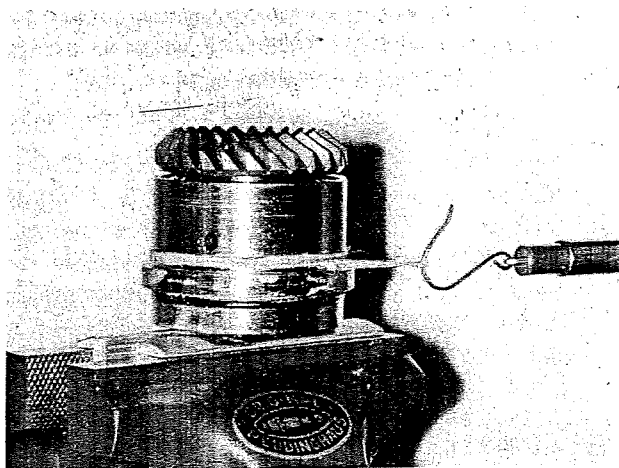
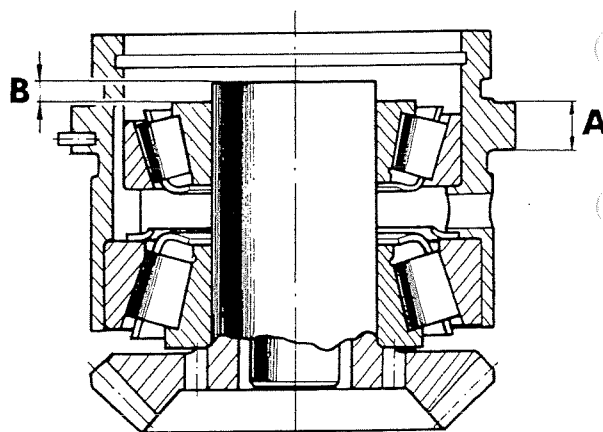
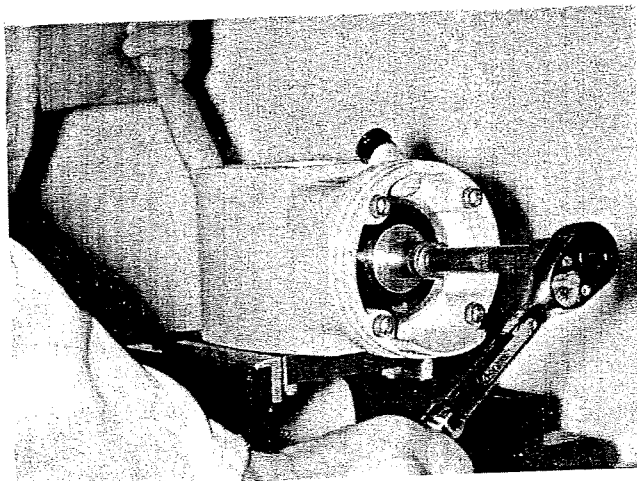

Fig. 4
Fig. 5
Fig. 6
1. Pressa på det större rullagret som ingår i kompletta dubbellagerboxen, (11) på drevet. Använd härvid verktyg 884263.
2. Montera ingående drevet i dubbellagerboxen och pressa på det mindre rullagret så att en viss förspänning erhålles. Använd verktyg 884263 och 884259. Kontroll av förspänning sker med hjälp av en fjädervåg och ett snöre som lägges runt lagerhuset. Se fig. 4. Förspänningen skall vara 0,1–0,5 kg.
3. Bestäm måttet "B", se fig. 5. Använd en djupmikrometer och mät först från dubbellagerboxen till lagrets innerring och sedan till halsen på drevet. Räkna därefter ut skillnaden.
4. Mät djupet på urtaget i ansatsbrickan (17) och lägg till detta mått så mycket justermellanlägg (22) att måttet "B" enligt punkt 3 erhålles.
5. Sätt sedan ansatsbrickan på plats. Drag samman kuggjulspaketet i dubbellagerboxen med hjälp av verktyget 884286. Insexskruven drages med momentnyckel med 12,5 kgm (90 lb.ft.). Kontrollera återigen förspänningen, som skall vara 0,1–0,5 kg. Se fig. 4. Om förspänningen visar sig vara för hög, skall ansatsbrickan demonteras och kuggjulet pressas tillbaka något varefter ytterligare ett justermellanlägg på försök lägges under ansatsbrickan. Härfter drages dubbellagerboxen ihop med verktyget 884286. Kontrollera åter förspänningen.
6. Smörj in kullagren (9) och pressa in dessa i respektive lagerboxar (25). OBS! Lagren vändes så att urtagen i lagerbanorna för kulornas montering vändes i riktning från kuggjulen.
7. Pressa därefter på lagren (9) och lagerhylsorna (25) på kugghjulen (8). OBS! Skydda konan under sammanpressningen så att den ej deformeras.
10. Montera först framkugghjulet i växelhuset (1). Börja därvid med att lägga 0,2 mm justermellanlägg under lagerboxen (25).
13. Montera ingående drevet med 0,3 mm justermellanlägg under dubbellagerboxen (11). OBS! Styrpinnen i dubbellagerboxen skall vändas nedåt och passas in i motsvarande spår.
15. Drag runt växeln i rätt rotationsriktning (medurs) samtidigt som växeln bromsas kraftigt genom att med ett träskafvt klämma mot konan på kugghjulet. Se fig. 6. Märkfärgen på kuggarna pressas då bort på den yta där dessa ligger an mot varandra och man får en bild av kuggkontaktens utbredning och läge.
5. Mät upp ansatsen på dubbellagerboxen med en mikrometer. Se mått "A" fig. 5. OBS! De tidigare uppmätta justermellanlägg (16) mellan lagerboxen och växelhuset skall härvid vara medtagna.
6. Mät sedan upp motsvarande urtag i klämringen (5). Använd vid mätningen en djupmikrometer.
7. Så mycket justermellanlägg skall läggas mellan klämring och lagerbox att måttet "A" tillsammans med justermellanlägg (16) överstiger djupmättet i klämringen med 0,03 – 0,05 mm.